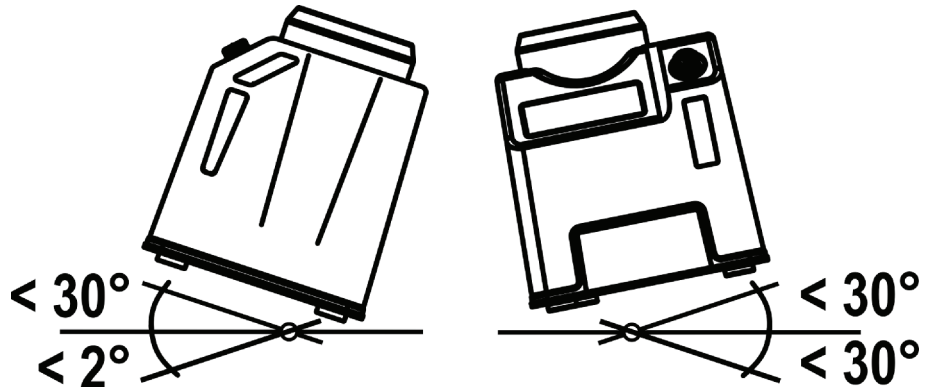

Fig. 3: Positionnement de la pompe pendant le fonctionnement
- l'inclinaison maximale autorisée de la machine, conformément à Fig. 3, n'est pas dépassée.